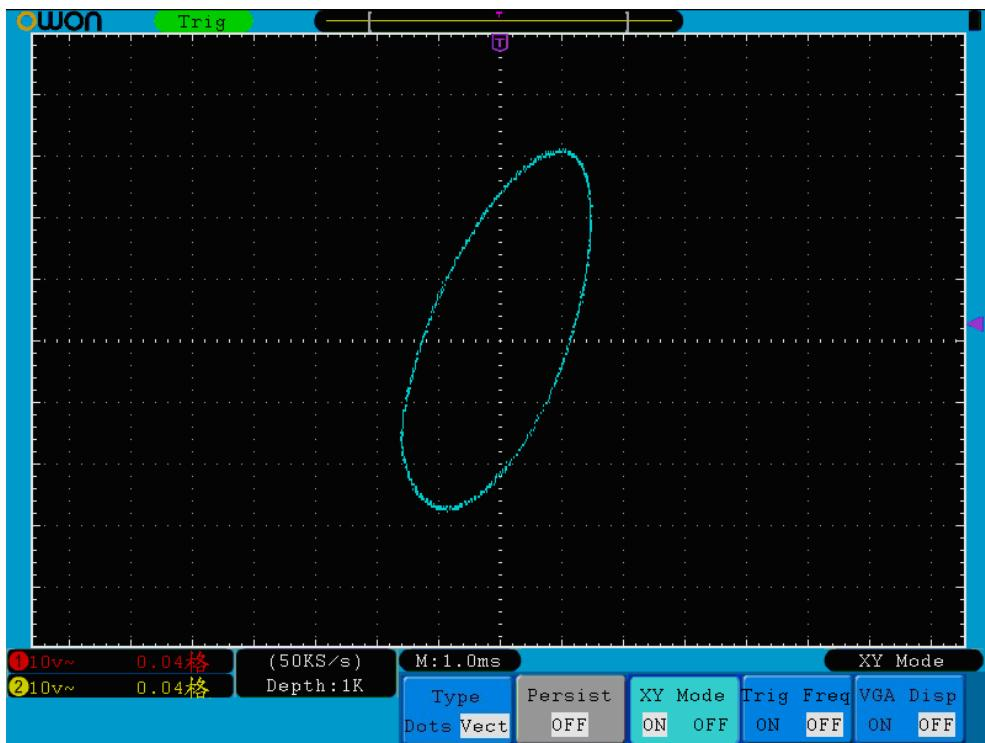

Рисунок 5-34 Вид экрана при использовании режима XY
2. Нажмите кнопку выбора меню **H3**, чтобы установить в пункте меню **XY** состояние **ON**. При этом режим отображения изменится на **XY** (см. рис. 5-34).